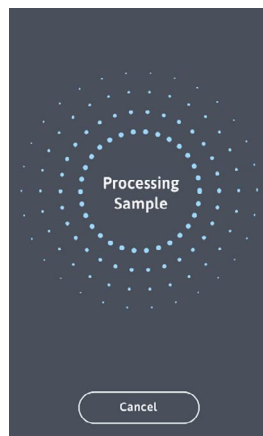

Рисунок 14
4. После подтверждения перемешивания образца пробирка перемещается в анализатор и начинается процесс анализа (Рис. 14).